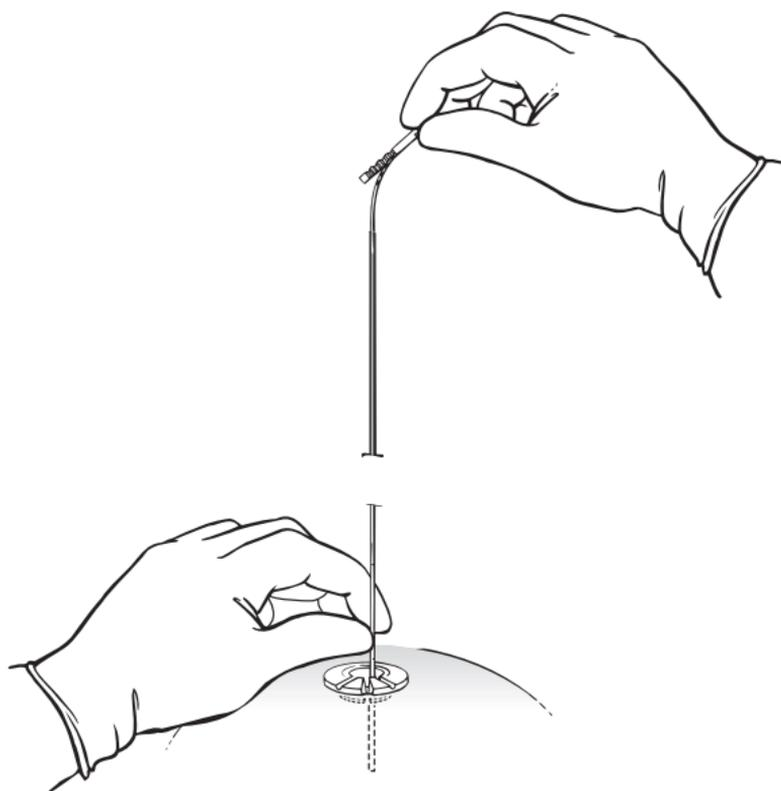

Figura 3. Solte o manipulo do estilete do eléetrodo
- d. Solte cuidadosamente o manípulo do estilete do elétrodo (Figura 3).